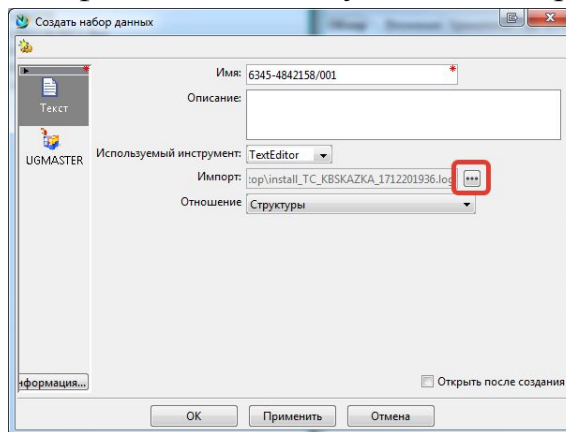

Рис. 19
5. В другом случае можно импортировать с локального диска данные, для этого необходимо нажать на кнопку **с тремя точками**. Выбрать файл соответствующий набору данных файл и нажать кнопку **Выгрузка** (Рис. 19)